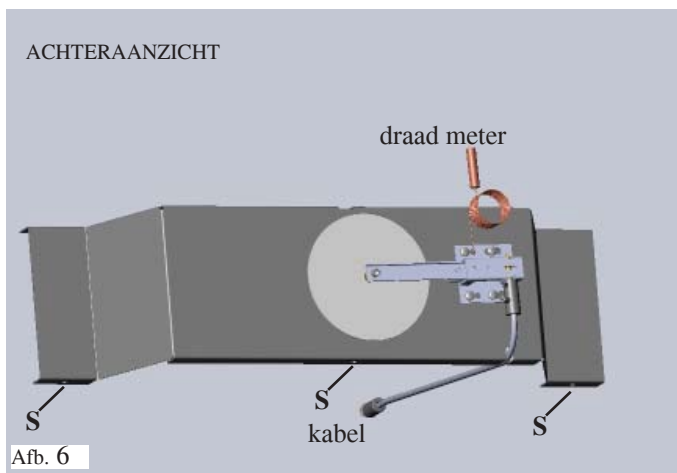

Afb. 4
- Open de deur en zet hem in de geopende stand vast om eenvoudig de werkzaamheden in de haard te kunnen verrichten (Afb. 4).